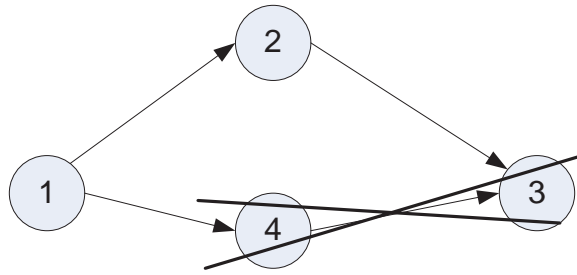

Рис. 5.10. Неправильна нумерація подій
12. Номер початкової події повинен бути менше номера кінцевої події (рис. 5.10).